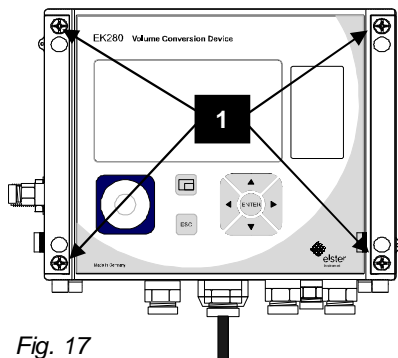

Fig. 17
1. Chiudere il dispositivo utilizzando le quattro viti previste (Fig. 17/1).